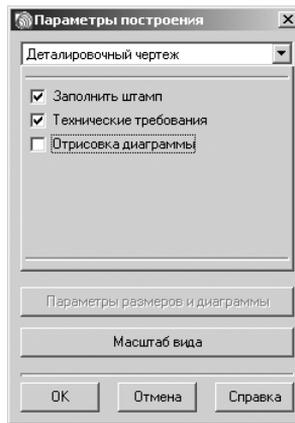

Рис. 4.79. Диалоговое окно **Параметры построения** с типом чертежа – **Деталировочный чертеж**
- щелкните в главном окне системы **Проектирование конических и фасонных пружин** (см. рис. 4.78) по кнопке **Построение**. Появится диалоговое окно **Параметры построения** с типом чертежа – **Деталировочный чертеж** по умолчанию, см. рис. 4.79;
- щелкните в главном окне системы **Проектирование конических и фасонных пружин** по кнопке **Построение**. Появится диалоговое окно **Параметры построения** (см. рис. 4.79);